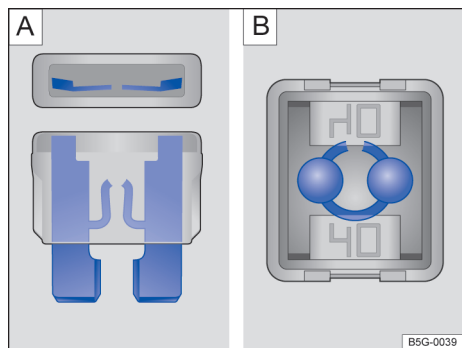

图 128 已熔断的保险丝：[A] 扁平片式保险丝、[B] 方块式保险丝
- 扁平片式保险丝 (ATO®, MINI®, MAXI® / MAXI+®) 可通过包裹金属片的透明壳体顶部和侧面观察其内的金属片熔化状态鉴别其是否熔断 → 图 128 [A]。
- 方块式保险丝 (JCASE®) 可通过透明壳体顶部观察其是否熔断 → 图 128 [B]。